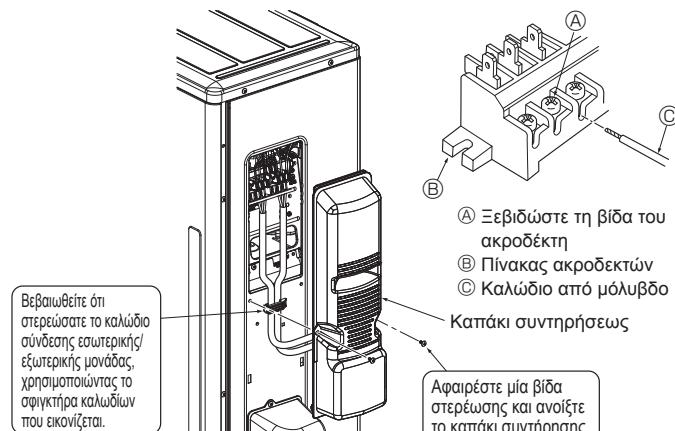

Fig. 6-3
6.1. Εξωτερική μονάδα (Fig. 6-1, Fig. 6-2, Fig. 6-3)
- ① Βγάλτε το καπάκι συντήρησης.
- ② Συνδέστε τα καλώδια σύμφωνα με τις Fig. 6-1, Fig. 6-2 και την Fig. 6-3.